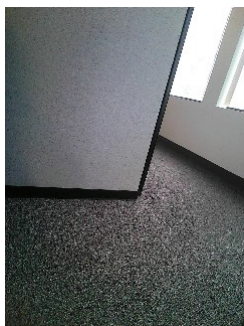

Figura 5.2 Imagem de câmara digital de espectro visível
4. Veja a imagem no ecrã, consulte a **Figura 5.2**. Puxe o disparador de captura de imagem para guardar uma imagem. Consulte a secção 5.4, *Captar e trabalhar com imagens*, para obter mais informações.